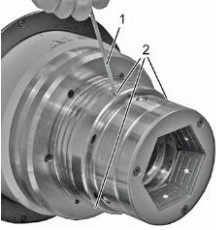

Fig. 8
2. Desserrez les trois vis de serrage de la butée de base [Fig. 8/2] sur le pourtour du moyen de serrage à l'aide de la clé à six pans creux [Fig. 8/1].